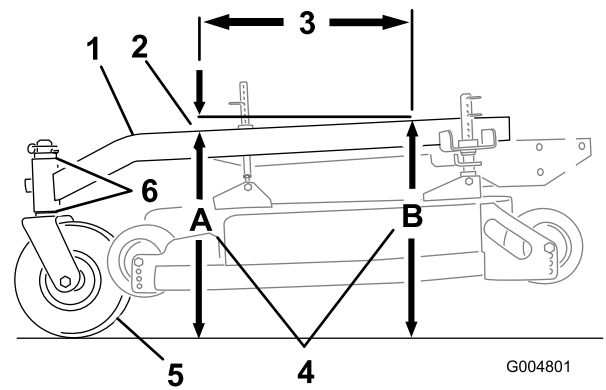

Figure 71
2. Mesurez la hauteur du bâti porteur au point **A** (Figure 71).
3. Mesurez la hauteur du bâti porteur au point **B** (Figure 71).
4. La hauteur au point **A** doit être inférieure de 3 à 10 mm (1/8 à 3/8 po) par rapport au point **B** (Figure 71).
5. Si ce n'est pas le cas, déplacez les entretoises des roues pivotantes de manière à obtenir l'inclinaison voulue de 3 à 10 mm (1/8 à 3/8 po) (Figure 71). Déplacez les entretoises en haut ou en bas pour corriger l'inclinaison.
L'inclinaison avant/arrière du bâti porteur doit être comprise entre 3 mm (1/4 po) et 9 mm (3/8 po) sur 61 cm (24 po) de sa longueur (Figure 71).
1. Mesurez 61 cm (24 po) sur le bâti porteur (Figure 71).